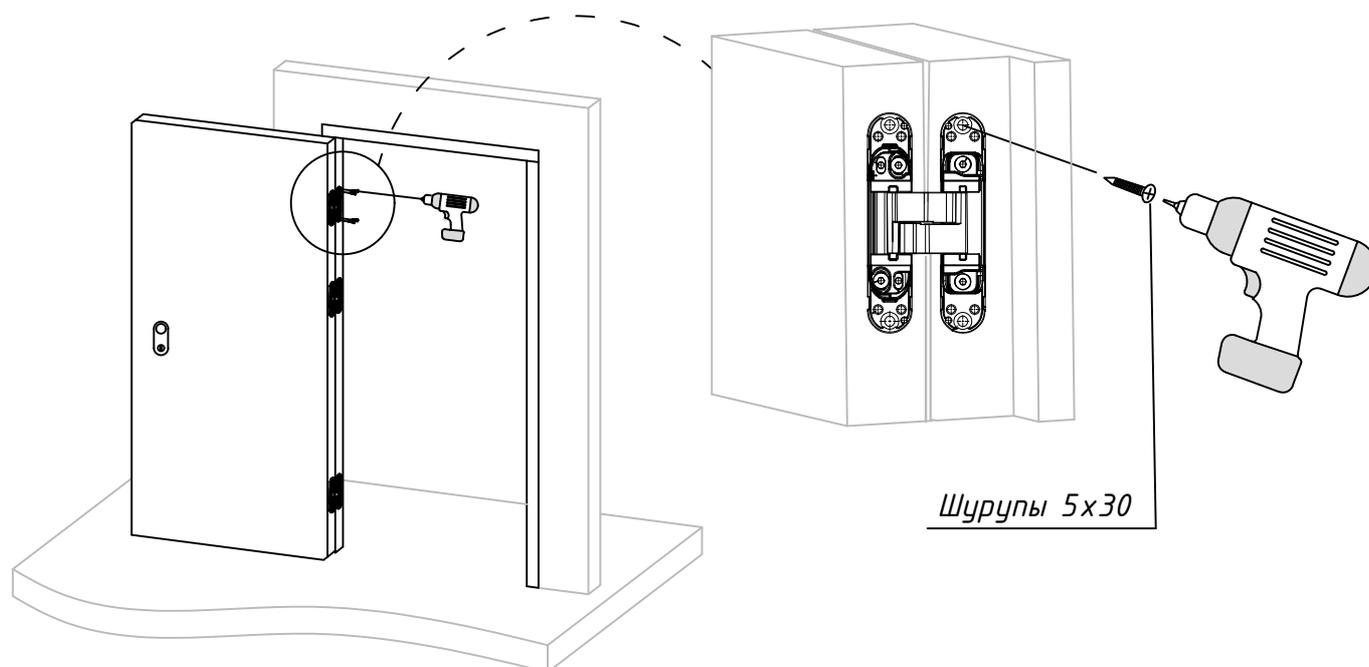

Рис. 5
3.2. Установите дверное полотно с петлями в соответствующие пазы на дверной коробке, согласно маркировке, и зафиксируйте их шурупами 5x30 (см. рис. 5), предварительно просверлив отверстия диаметром 3мм.